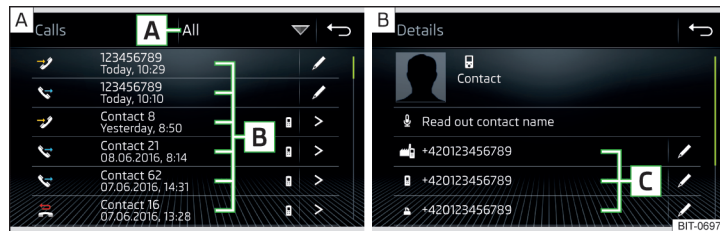
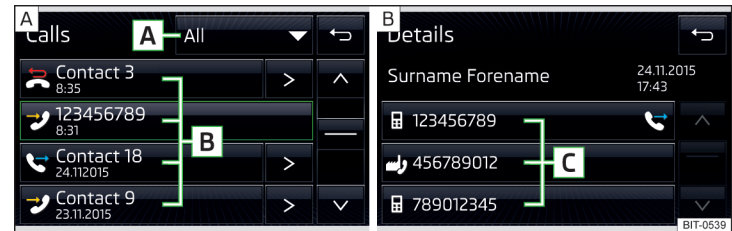

Abb. 173 Amundsen, Bolero: Anrufliste / Kontaktdetail
Abb. 174 Swing: Anrufliste / Kontaktdetail
- Im Hauptmenü *Telefon* die Funktionsfläche **C** antippen, es wird eine Anrufliste angezeigt » Abb. 173 bzw. » Abb. 174 - **A**.
- > Anzeige des Kontaktdetails » Abb. 173 - **B**